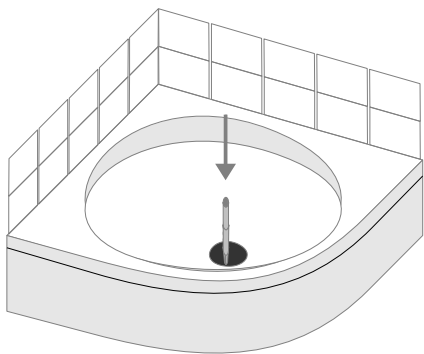

Fig.1 Pozitionarea caditei si trasarea zonei de scurgere.
- se ia un reper pe pardoseala, marcand, cu ajutorul unui marker, prin gaura de scurgere, directia de scurgere (Fig.1);